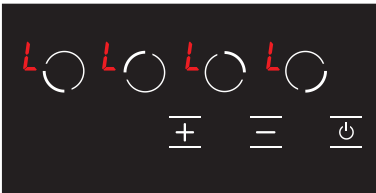

Abbildung 17
1. Wenn der Herd eingeschaltet und die Tastensperre aktiv ist, erscheint das Symbol **L** auf dem gesamten Bildschirm. (siehe Abb. 17) Wenn eine heiße Kochplatte vorhanden ist, werden die Symbole **L** und **H** abwechselnd auf dem Bildschirm angezeigt. Nur mit der **☉** Taste kann der Herd ein- und ausgeschaltet werden.